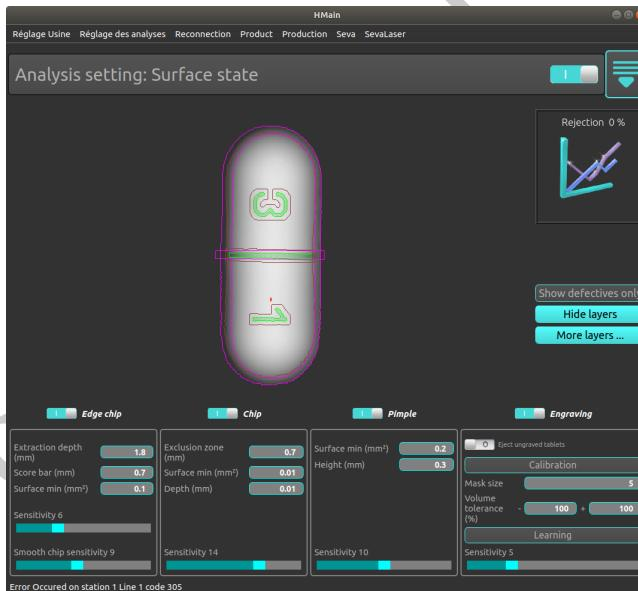

FIGURE 9.1 – Etat de surface IHM
- Cliquer sur “Apprentissage”, voir Fig. 9.1
- Régler la sensibilité afin d’obtenir les lettres les plus complètes possible en limitant les détections parasites, voir Fig. 9.1
La taille du masque, voir Fig. 9.1, permet d'élargir la zone gravée qui ne sera pas traitée par les analyses chips et pimples. Son réglage doit se faire en fonction de la qualité du matching de la gravure et de la proximité des défauts à détecter avec cette dernière. La taille du masque est donnée en pixels.